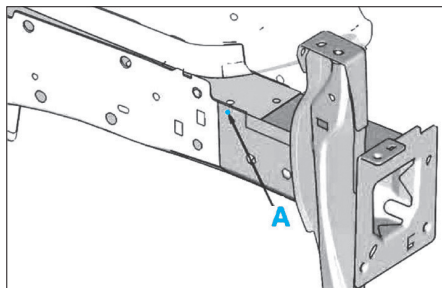
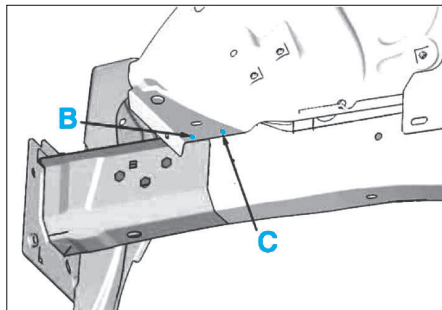

FIG. 6
FIG. 7
- Dépointer aux endroits indiqués A, B et C (Fig.6) et (Fig.7).